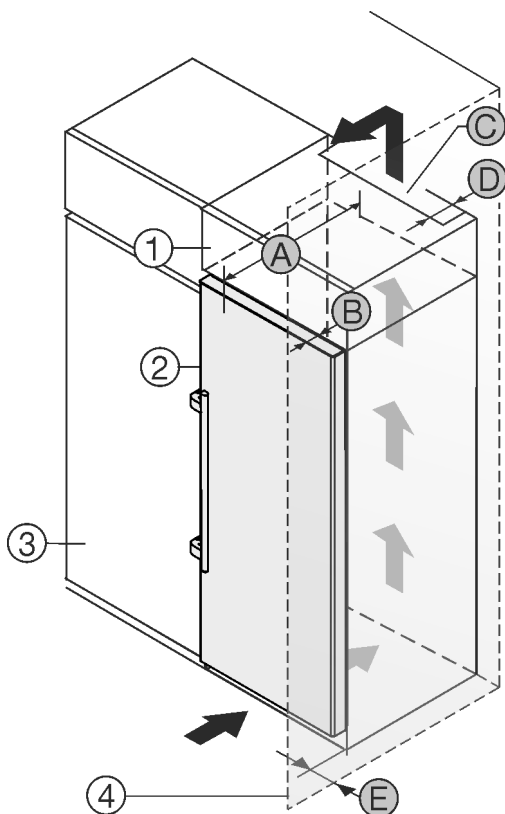

Fig. 2
Můžete přístroj nainstalovat přímo vedle kuchyňské skříňky Fig. 2 (3) .\*
Na zadní straně nástavné skříňky musí být větrací šachta hluboká Fig. 2 (D) přes celou šířku nástavné skříňky.\*
Pod stropem místnosti musí být dodržen ventilační průřez Fig. 2 (C) .\*
Když přístroj instalujete závěsy vedle stěny Fig. 2 (4) , musí být vzdálenost mezi přístrojem a stěnou minimálně 57 mm . To odpovídá přesahu madla při otevřených dveřích.\*
Aby bylo možné dvířka plně otevřít, musí přístroj přesahovat o hloubku dveří Fig. 2 (B) vůči přední linii kuchyňské skříňky. V závislosti na hloubce kuchyňských skříňek Fig. 2 (3) a použití vymezovačů odstupů od stěny může přístroj vyčnívat dále.\*